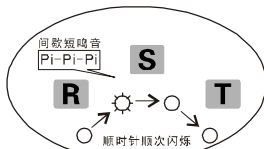

图1 (正相序)
- (3). 按红色“ON”开机键，其上方电源指示灯亮。若开机电源指示灯不亮，可能电池缺电或检查仪器，请按手册指示更换电池或送修。
- (4). 开机后若 4 个相序指示灯按顺时针方向顺次亮灯，同时仪器发出间歇的短鸣音，则所钳相线为正相序 R-S-T（图 1）；若 4 个相序指示灯按逆时针方向顺次亮灯，同时仪器发出连续的长鸣音，则所钳相